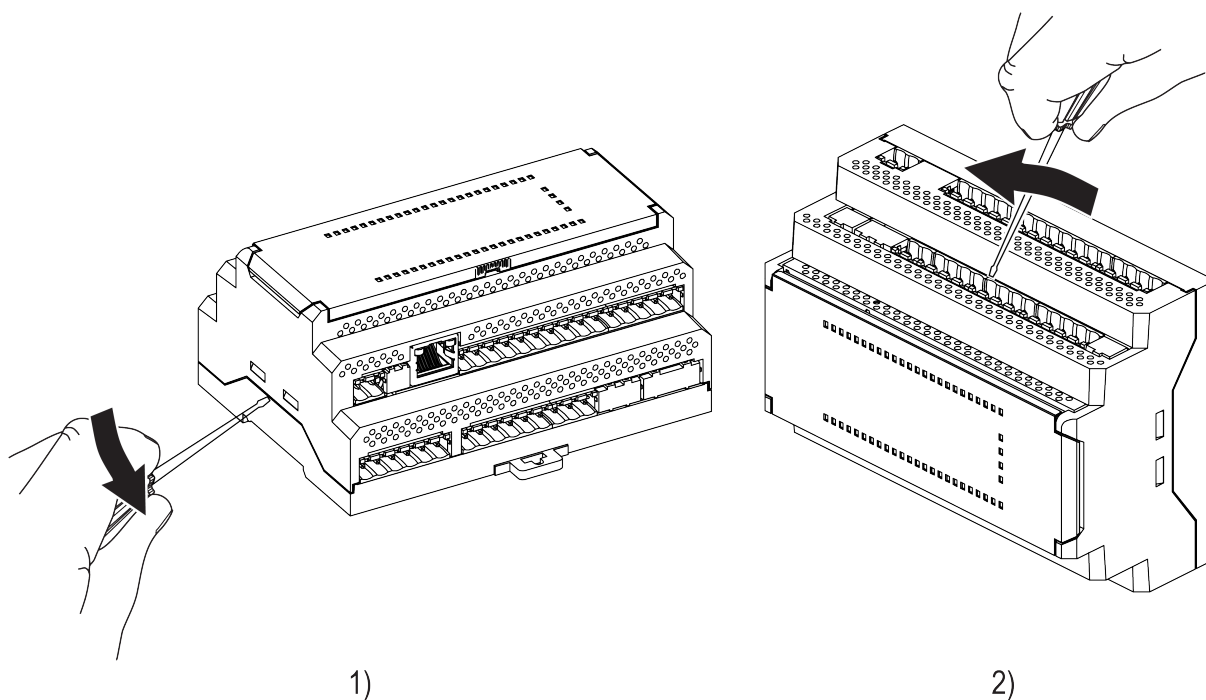

Рисунок 8.2 – Снятие верхней крышки
2. Снять верхнюю крышку. Для этого отверткой вывести из зацепления защелки основания из отверстий в торцевых поверхностях крышки (см. рисунок 8.2, 1). Приподнять крышку над основанием.
3. Отверткой отогнуть крышку от разъемов на среднем уровне с двух сторон (см. рисунок 8.2, 2). Усилие следует прикладывать у нижних разъемов.